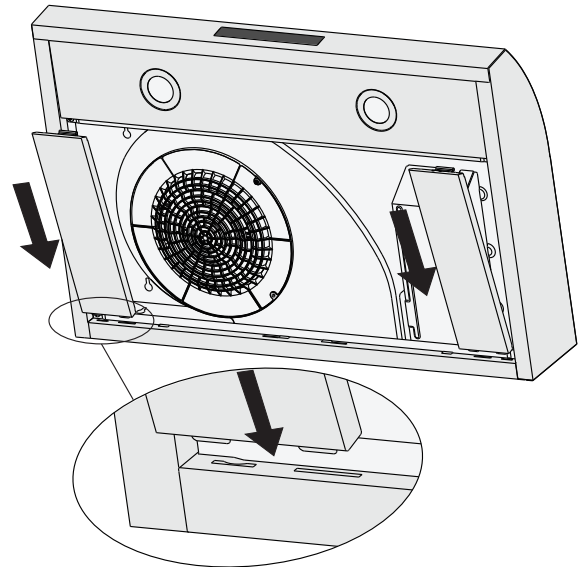

Figure 28
- Insérez la broche de l'espaceur de filtre dans la partie inférieure du corps (voir figure 28).